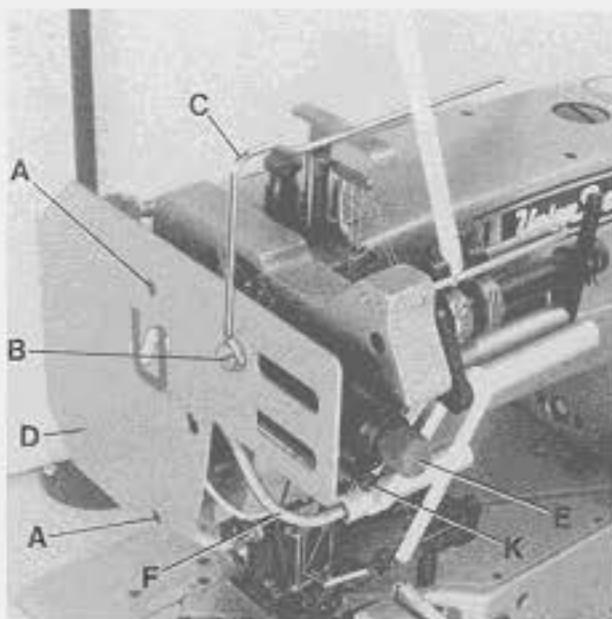
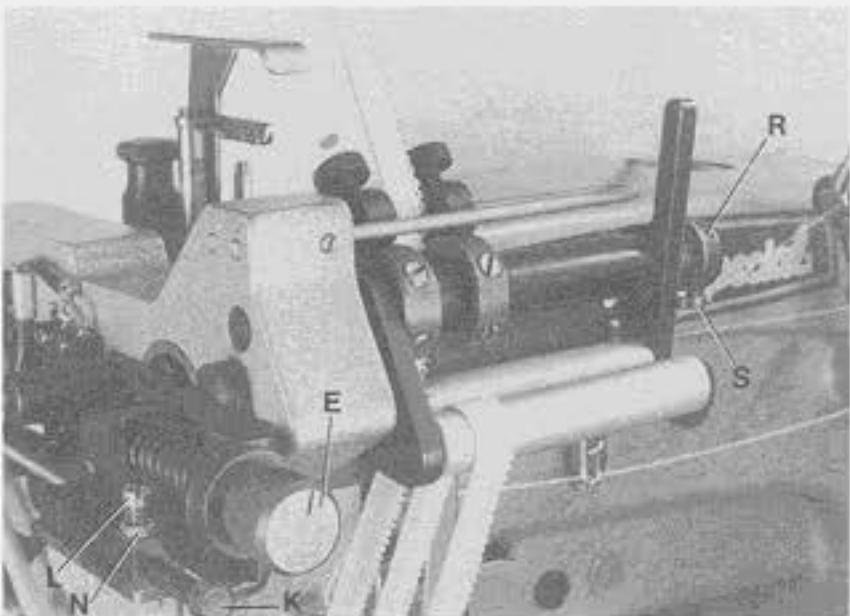
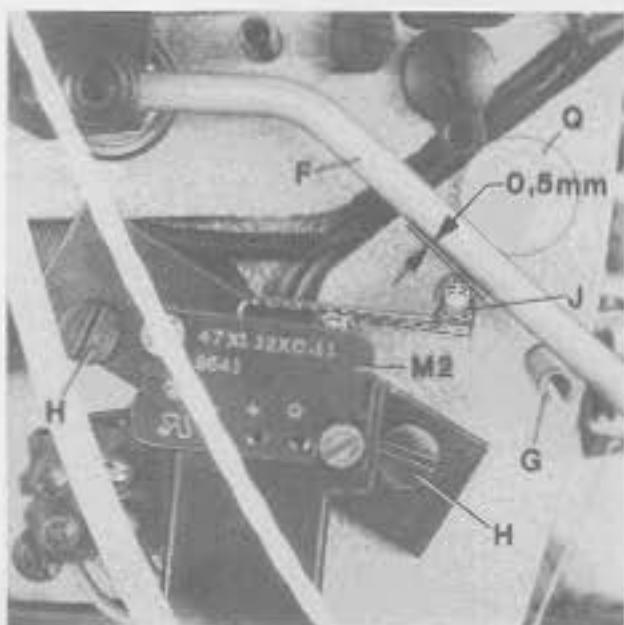

Fig.55
Fig.56
Fig.57
The tension of lace or elastic is adjusted with thumb screw (E, Figs. 55 and 56). Turning thumb screw (E) clockwise increases the tension and causes ruffling. Turning thumb screw (E) counterclockwise decreases the tension for even flat attaching of lace or elastic.
The second lace or elastic tension on the two stage metering device is selected while sewing with a knee valve actuated air cylinder. The tension is adjusted with thumb screw (K, Figs. 55 and 56), by changing the travel length of the piston of the cylinder. Loosen lock nut (N, Fig. 56) and screw (L). Turning thumb screw (K, Figs. 55 and 56) counterclockwise increases the tension, turning clockwise decreases the tension. Retighten the screw and lock nut.
Die Spannung von Spitze oder Gummiband wird mit der Rändelschraube (E, Fig. 55 und 56) eingestellt. Drehen der Rändelschraube (E) im Uhrzeigersinn erhöht die Spannung und bewirkt Rüschen. Drehen der Rändelschraube (E) im Gegenuhzeigersinn verringert die Spannung zum glatten, flachen Annähen von Spitze oder Gummiband.
Die zweite Spitzen- oder Gummibandspannung wird bei der zweistufigen Zumeßeinrichtung während des Nähens mit einem durch Knieventil betätigten Luftzyylinder angewählt. Die Spannung wird, durch Verändern des Kolbenweges des Zylinders mit der Rändelschraube (K, Fig. 55 und 56) eingestellt. Lösen Sie die Kontermutter (N, Fig. 56) und die Schraube (L). Drehen der Rändelschraube (K, Fig. 55 und 56) im Gegenuhzeigersinn erhöht die Spannung, drehen im Uhrzeigersinn verringert die Spannung. Ziehen Sie die Schraube und die Kontermutter wieder an.
The pressure of tension roller against the puller roller of the metering device can be changed. For setting loosen the two screws (S, Fig. 56) in collar (R). Turning collar clockwise reduces the pressure, turning it counterclockwise increases the pressure. Retighten screws (S).
For setting the micro switches turn out screws (A and B, Fig. 55) and remove lead-in wire (C) and head cover (D).
For setting the micro switch (M2, Fig. 57), actuating lever (F) must rest on roll pin (G).
Loosen the two screws (H, Fig. 57) and position the micro switch (M2) so the roller lever (J) of switch has still an end play of approx. 0,5 mm (.020 in.) (see Fig. 57) below actuating lever (F) resting on roll pin (G), in order not to damage the switch. Retighten screws (H).
The micro switch (M2, Fig. 57) is set correctly when the motor of the metering device switches on after actuating lever (F) raises from roll pin (G).
Micro switch M2, Figs. 57 and 58:
For setting the micro switch (M2, Fig. 57) actuating lever (F) must rest on roll pin (G). In this position of the actuating lever, the roller lever (J) of switch should have an end play of approx. 0,5 mm (.020 in.) downwards (see Fig. 57).
Der Druck der Spannrolle gegen die Walze der Zumeßeinrichtung kann verändert werden. Zur Einstellung lösen Sie die beiden Schrauben (S, Fig. 56) im Stellring (R). Drehen des Stellringes im Uhrzeigersinn verringert den Druck, drehen im Gegenuhrzeigersinn verstärkt ihn. Ziehen Sie die Schrauben (S) wieder an.
Zur Einstellung der Mikroschalter drehen Sie die Schrauben (A und B, Fig. 55) heraus und entfernen den Führungsbügel (C) und den Kopfdeckel (D).
Zur Einstellung des Mikroschalters (M2, Fig. 57) muß der Schaltbügel (F) auf der Spannhülse (G) aufliegen.
Lösen Sie die beiden Schrauben (H, Fig. 57) und positionieren Sie den Mikroschalter (M2) so, daß der Rollenhebel (J) des Schalters noch etwa 0,5 mm Spiel (siehe Fig. 57) nach unten hat, wenn der Schaltbügel (F) auf der Spannhülse (G) aufliegt, damit der Schalter nicht beschädigt wird. Ziehen Sie die Schrauben (H) wieder an.
Der Mikroschalter (M2, Fig. 57) ist richtig eingestellt, wenn beim Abheben des Schaltbügels (F) von der Spannhülse (G) der Motor des Zumeßgerätes einschaltet.
Mikroschalter M2, Fig. 57 und 58:
Zur Einstellung des Mikroschalters (M2, Fig. 57) muß der Schaltbügel (F) auf der Spannhülse (G) aufliegen. In dieser Stellung des Schaltbügels soll der Rollenhebel (J) des Schalters noch etwa 0,5 mm Spiel nach unten haben (siehe Fig. 57).
The actuating lever (F, Fig. 55) effects by switching on and off the motor of the metering device with micro switch (M2, Fig. 57), that the required amount of lace respectively elastic is metered exactly under the preset tension.
Der Schaltbügel (F, Fig. 55) bewirkt durch Ein- und Ausschalten des Motors des Zumeßgeräts mit dem Mikroschalter (M2, Fig. 57), daß die benötigte Spitzen- bzw. Gummibandmenge unter der voreingestellten Spannung genau zugemessen wird.